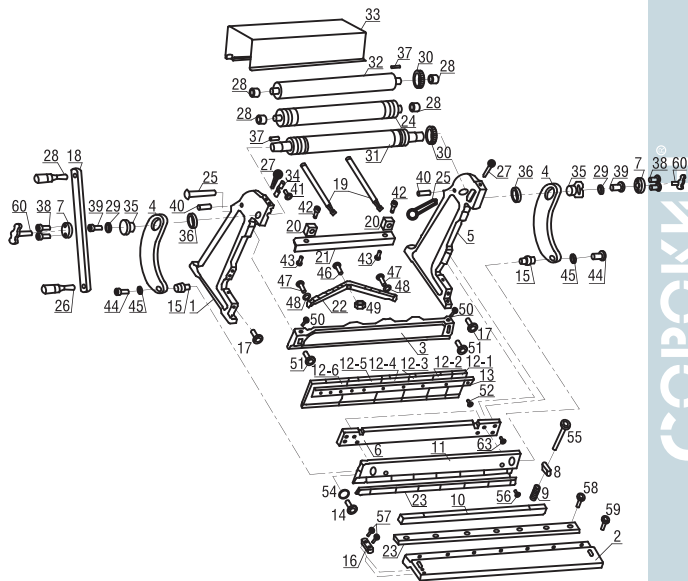
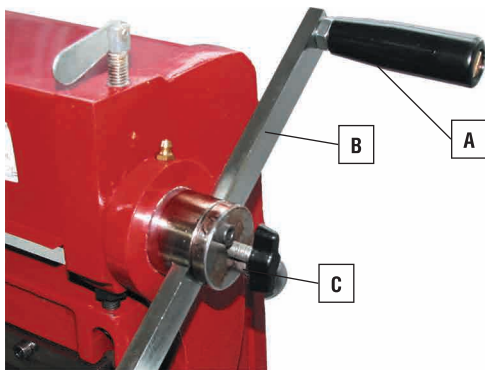

Рисунок 1 - Детализовка
Рисунок 2 – Демонтаж рукояти
6. Рукоятъ управления может быть установлена с любой стороны станка. Для её перестановки необходимо: Удалить ручку (А, рис. 2) из сборки рукояти, используя ключ шестигранный 8 мм. Ослабить крепёжный болт (С, рис. 2). Извлеките остов рукояти (В, рис. 1) из ступицы, установите его с другой стороны машины и затяните крепёжный болт (С, рис. 2). Заново установите ручку (А, рис. 2).